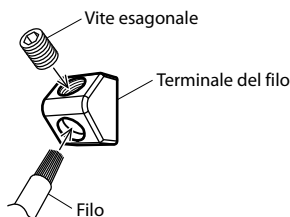

Fig. 8
3. Serrate le vite installate con la chiave esagonale (in dotazione) per fissare il filo in posizione. (Fig. 8)